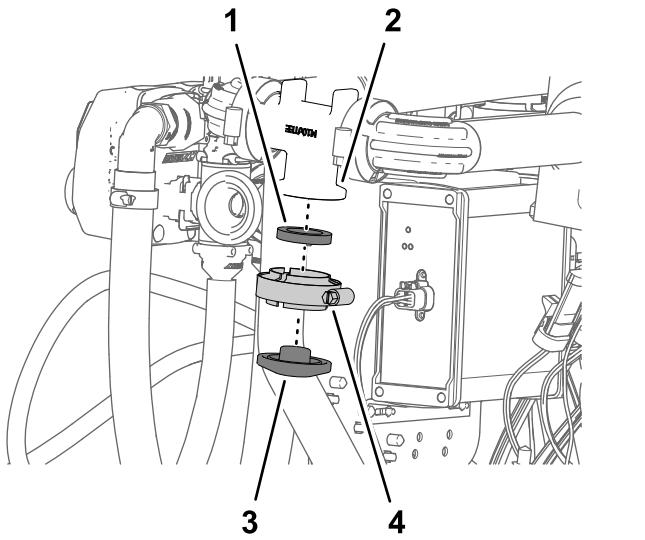

Figura 136
3. Monte a braçadeira direita na flange do coletor do fluxímetro com a braçadeira de flange e a junta que removeu no passo **2** e aperte a braçadeira à mão (**Figura 136**).